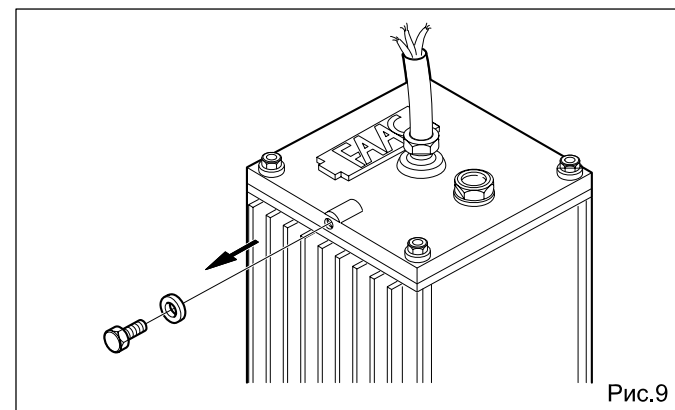

Рис.9
- Снимите два сапуна, как показано на рис.9, и положите их в безопасное место.